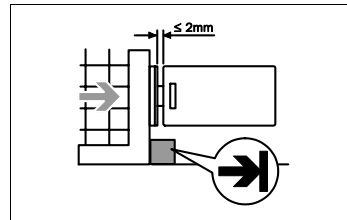

Abb. 2: Montage
- Zusätzlichen Anschlag für beweglichen Teil der Schutzzeineinrichtung anbringen (siehe Abb. 2).